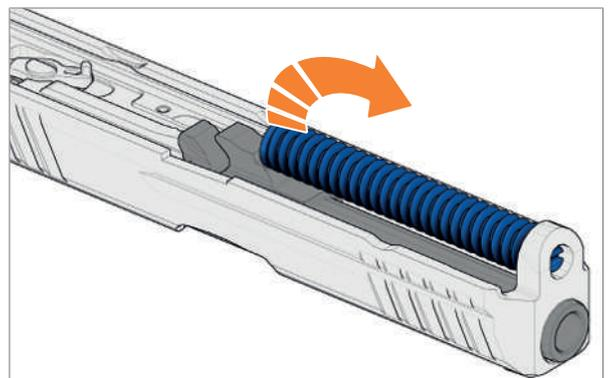

Abb. 62: Schließfeder entnehmen
6. Schließfeder aus dem Verschluss entnehmen (Abb. 62).